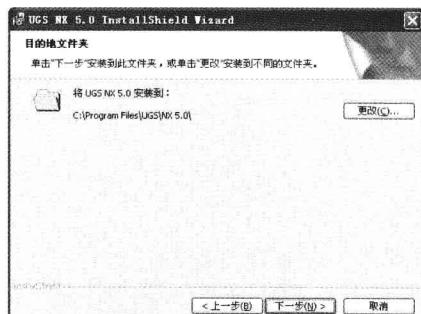

图 1-16 更改安装目的地文件夹
Step 16 程序要求指定安装目的地文件夹，用户可以使用默认的路径，也可以单击“更改”按钮，更改安装目的地，如图 1-16 所示。